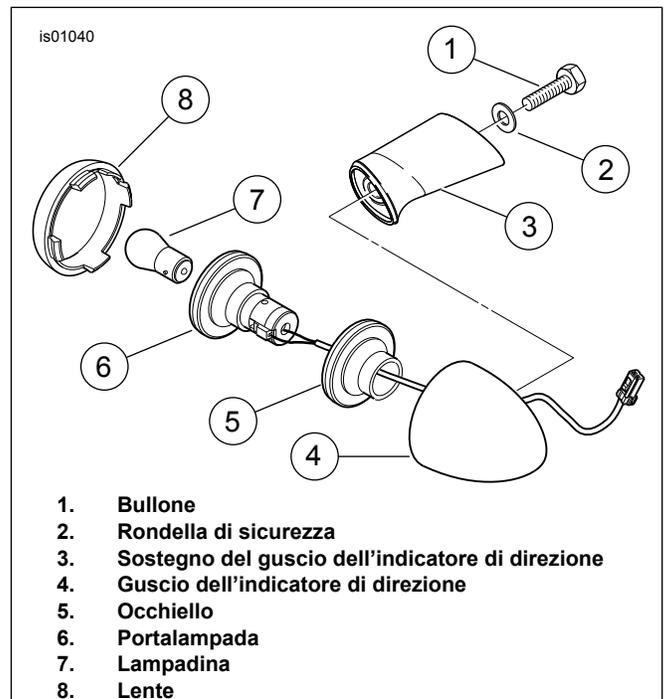

Figura 1. Rimozione dell'indicatore di direzione di serie
2. Vedere Figura 1. Rimuovere la lente (8) dal guscio dell'indicatore di direzione posteriore (4). Rimuovere la lampadina (7) dal portalampada nell'indicatore di direzione (6).
6. Vedere Figura 1. Inserire le lampadine degli indicatori di direzione di sinistra (7) nei portalampade (6). Inserire le lenti (8) nei gusci degli indicatori di direzione di sinistra (4).